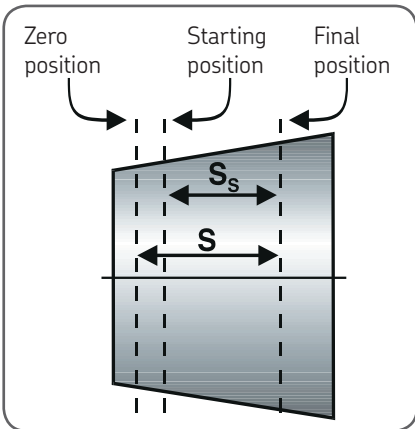

Figura 14. Posición del rodamiento
tuerca HMV(C) E. Véase la figura 14. También puede enroscar directamente el manómetro digital SKF en la tuerca hidráulica. Cale el rodamiento en el cono la distancia necesaria. Utilice un comparador para vigilar el calado axial. La presión hidráulica inicial (MPa/psi) y el calado axial (mm) se pueden encontrar en skf.com/mount o descargando el Programa para PC del método de calado de rodamientos SKF Drive-up en skf.com. Alternativamente, descargue la aplicación del método SKF Drive-up en App Store o en Google Play.